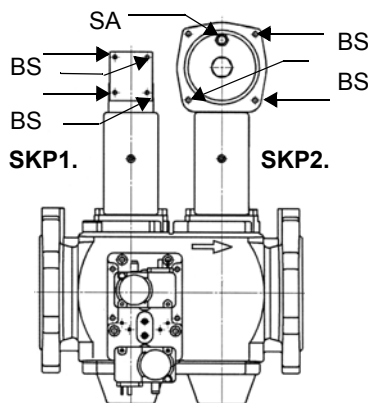

Fig. 5
**Attenzione:** il diaframma **D** dell'**SKP2** deve essere verticale (vedi Fig. 5).